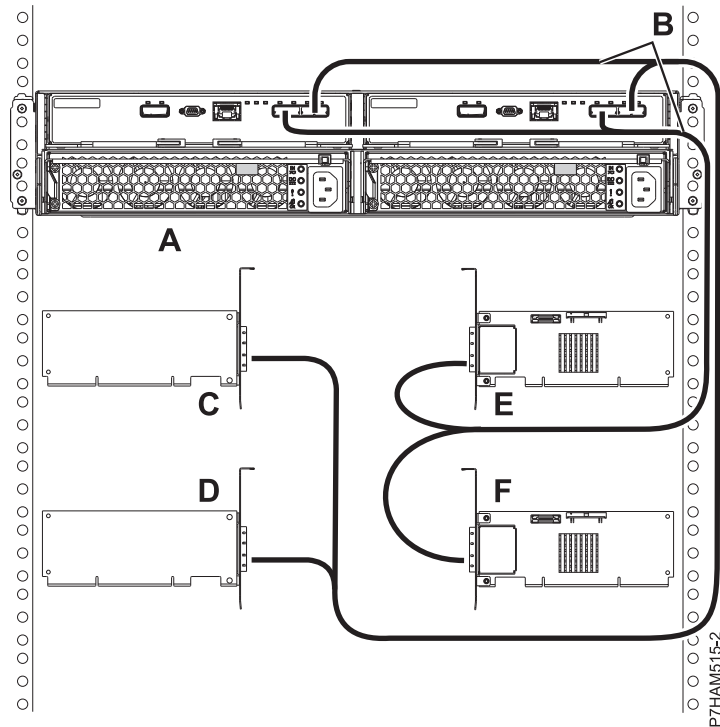

図 18. 4 つの独立 SAS アダプターへの X ケーブルを使用した、1 台の 5887 ディスク・ドライブ・エンクロージャーのモード 4 接続
18. 4 つの独立 SAS アダプターへの X ケーブル (B) を使用した、1 台の 5887 ディスク・ドライブ・エンクロージャー (A) のモード 4 接続を行います。21 ページの図 18 を参照してください。